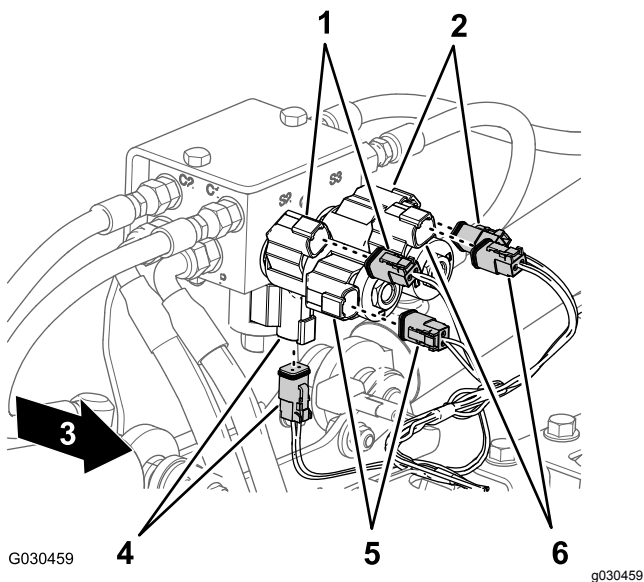

図 57
4. 機体後部で、昇降シリンダマニホルド用の2ソケットコネクタ 図 57を、以下のように外す